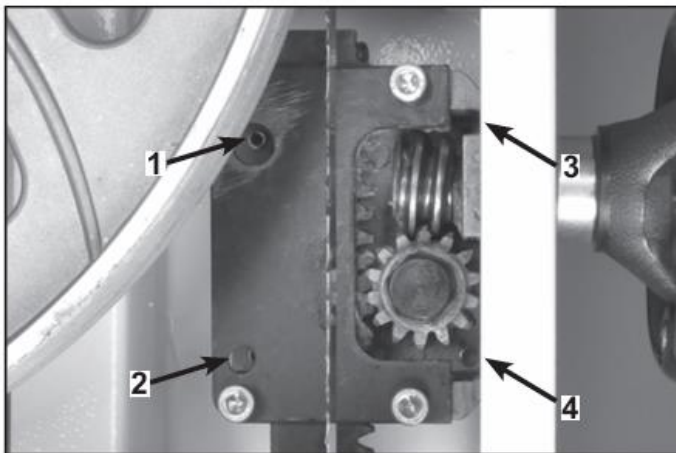

Рис.31
3. Откройте верхнюю дверцу и опустите защитный кожух ножа до упора на стол, чтобы получить доступ к направляющему кронштейну. Рис. 31.
5. В задней части направляющего кронштейна рядом с углами также имеются четыре установочных винта (рис. 31). Если защитную стойку необходимо слегка наклонить к передней или задней стенке стола или даже закрутить под углом, выполните регулировку с помощью этих винтов.